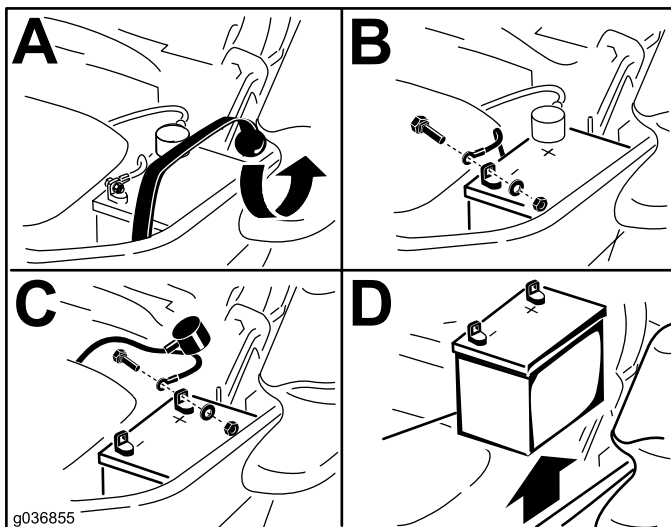

Figura 82
- Desconecte el cable negativo de tierra (negro) del borne de la batería (Figura 82).
5. Desconecte el cable positivo (rojo) del borne de la batería (Figura 82).
6. Retire la correa de goma (Figura 82).
1. Coloque la batería en la bandeja, con los bornes frente al depósito de aceite hidráulico (Figura 82).
4. Fije los cables con 2 pernos, 2 arandelas, y 2 contratuercas (Figura 82).
6. Fije la batería con la correa de goma (Figura 82).